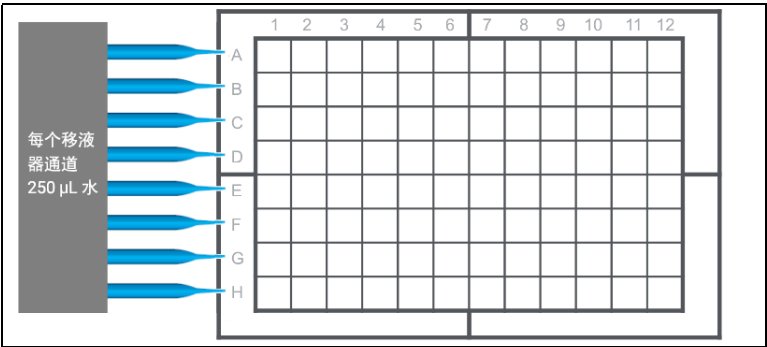

图 6. 使用八通道 P1000 移液器填充水槽
- 3 使用设置为 250 μL 的八通道 P1000 移液器将孔周围的 4 个水槽加满水（图 6）。每个水槽中将装有 1.0 mL 水（4 个吸头正好加满一个水槽）。如果没有多通道移液器，向每个水槽中加入 1.0 mL 水